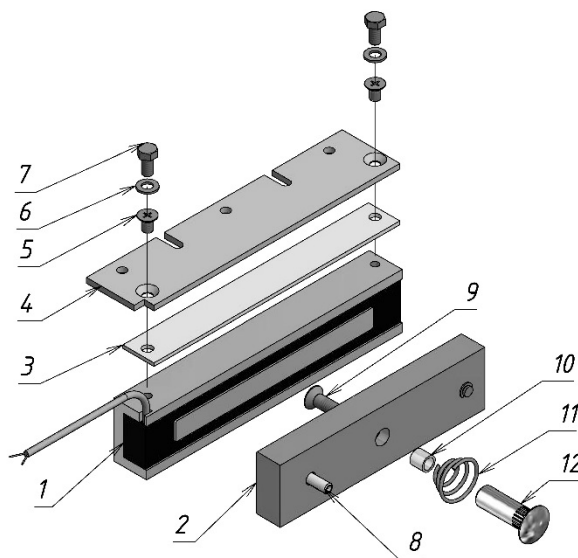
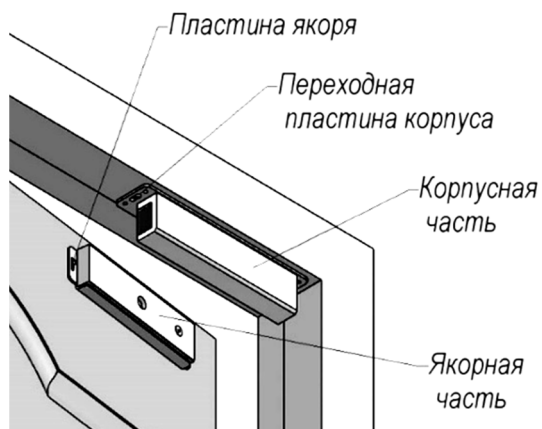

Рисунок 1 – Комплект поставки замка AL-180FB-01
Рисунок 4 – Вариант крепления корпуса замка на переходной пластине
3.2 В комплект поставки замка AL-180FB-01 (рисунок 1) входят:
5.1 Корпус замка размещается в верхней части дверной коробки (рисунок 4). Крепление корпуса к дверной коробке производится с помощью переходной планки (рисунок 1 поз.4) или монтажного уголка (рисунок 3 поз.1).
5.3 При установке корпуса на переходную планку (рисунок 1 поз.4) крепление корпуса к планке выполняется винтами М5х8 (поз.5). Предварительное крепление планки с корпусом к дверной коробке выполняется саморезами через регулировочные пазы в планке.
5.4 При установке корпуса на монтажный уголок (рисунок 3 поз.1) крепление корпуса к угольнику осуществляется через переходную планку (рисунок 1 поз. 3) болтами М5х10 с шайбами (поз.5, 6).